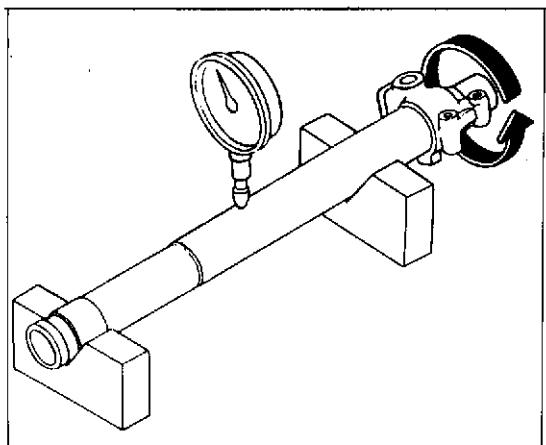

Fig. 3
3) Coloque el tubo correjido en dos bloques en "V" y mida la asimetría axial (Fig. 3).